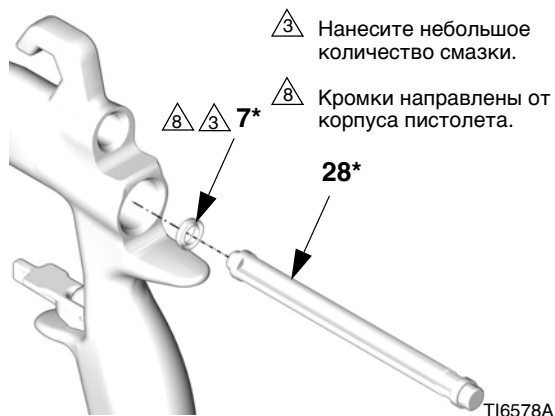

Рис. 41
3. Установите кольцевое уплотнение с и-образным сечением (7*) на инструмент для установки уплотнения (28*), кромки уплотнения должны быть направлены к инструменту, как показано в Рис. 41. Протолкните уплотнение в пистолет с задней стороны, пока не услышите характерный щелчок.